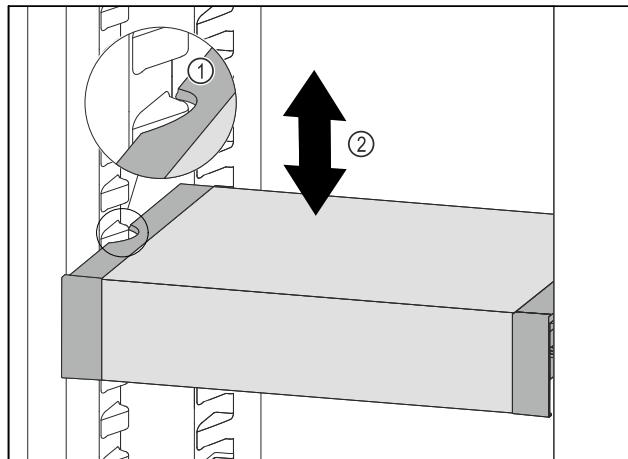

Fig. 87
- Тяните VarioSafe вперед, пока боковые выемки VarioSafe не окажутся на высоте выступа резервуара в холодильном отделении. Fig. 87 (1)